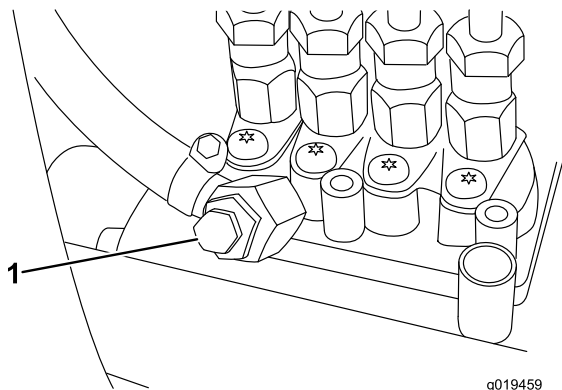

Figure 36
5. Desserrez la vis de purge sur la pompe d'injection (Figure 36).